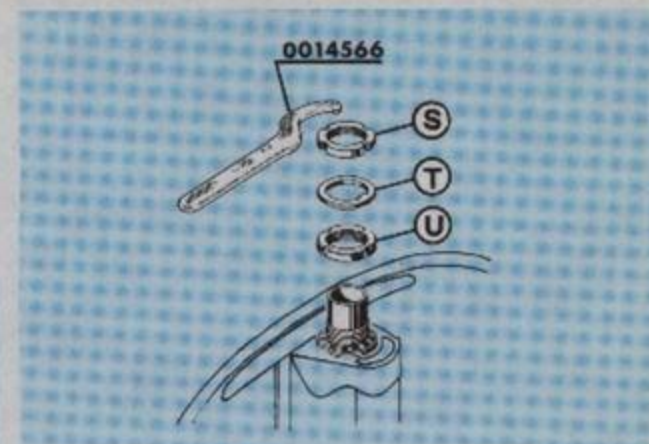

Fig. 85
**Fig. 85. Tuerca cojinete superior dirección:** Sosteniendo el grupo dirección, atornillar a mano la tuerca «U» llevándola a contacto con las bolas, luego con llave dentada 0014566 continuar atornillando hasta que la dirección misma gire libremente bajo la acción de su propio peso. Introducir ahora la arandela freno «T» y bloquear con llave dentada 0014566 la tuerca «S».